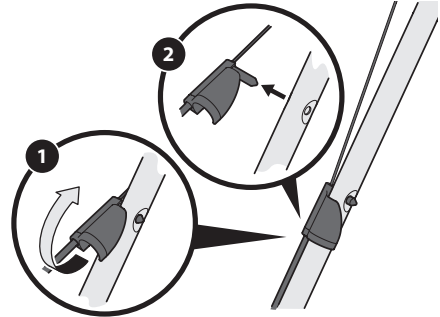

Figure 30
1. Faites tourner le raccord du câble d'entraînement situé sur la poignée supérieure gauche vers le haut (Figure 30).